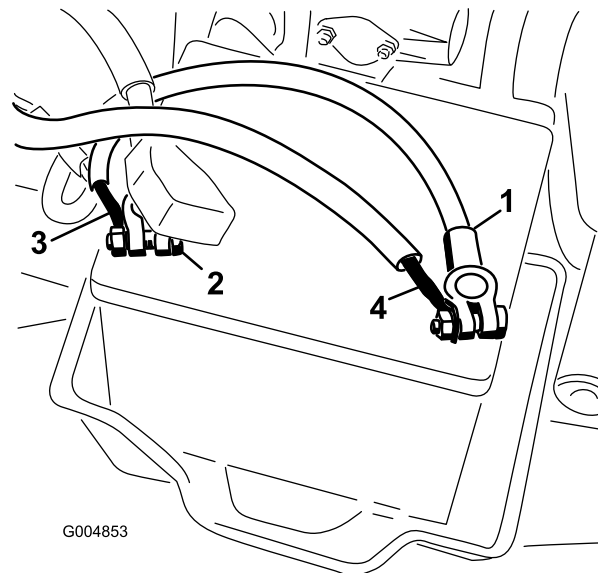

Figura 29
8. Conecte el eslabón fusible al borne positivo de la batería (Figura 29).
9. Conecte el cable negro al borne negativo de la batería (Figura 29).